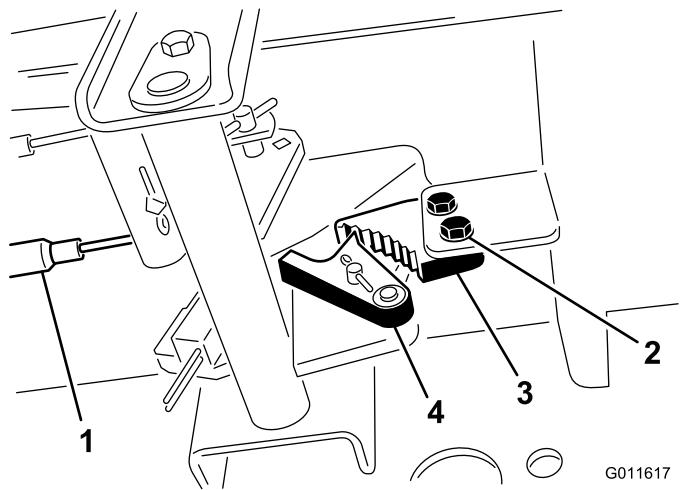

Figura 37
1. Afloje los 2 tornillos que fijan el trinquete del freno de estacionamiento al bastidor (Figura 37).
2. Pise el pedal del freno de estacionamiento hacia adelante hasta que la uña se enganche a fondo en el trinquete del freno (Figura 37).